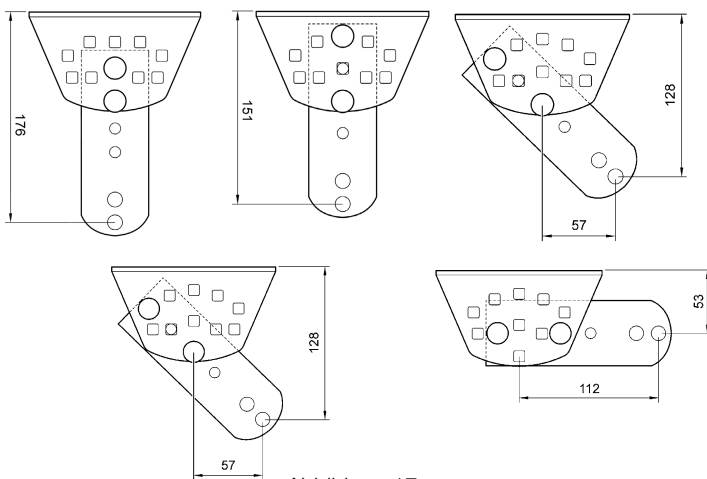

Abbildung 17
- "C" hängt davon ab, wie der Hinterbügel montiert ist (siehe ABBILDUNG 17) und kann von 53mm bis 176mm sein. Gewöhnlich ist "C" ca. 150 mm.
5 Um andere Werte von "C" zu erhalten (siehe Abbildung 12) können Bügel und Platte gemäß Abbildung 17 zusammengesetzt werden.
20 Ggf. die anderen Montagepositionen ausprobieren, die mit den Vorder- und Hinterplatten möglich sind. Siehe Abbildung 17.